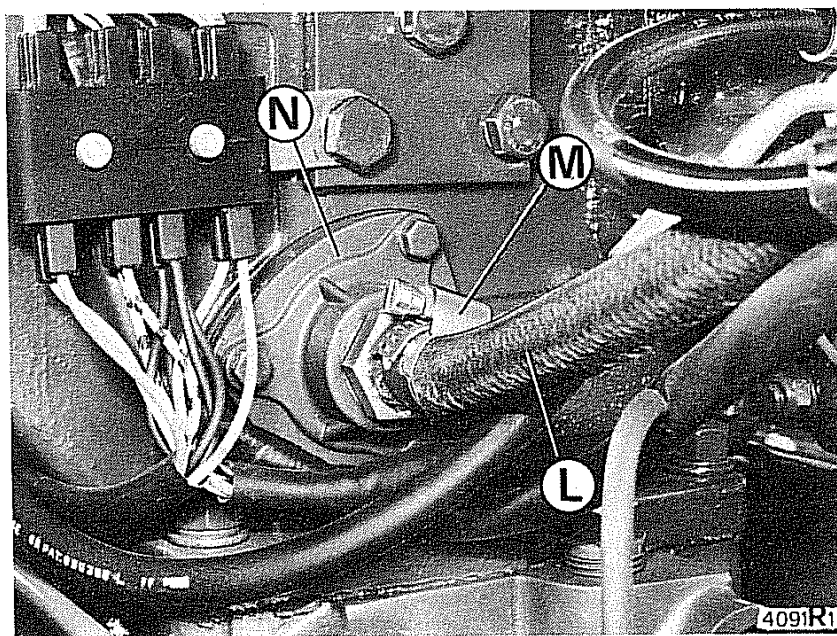

Fig. 27 - Pulizia filtro olio idraulico
- togliere la fascietta **M** (fig. 27) e il tubo flessibile **L**;